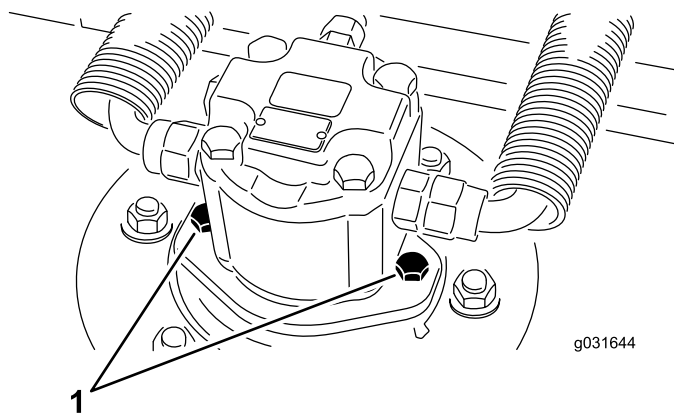

Figura 68
2. Retire os parafusos de montagem do motor hidráulico e desligue e retire o motor hidráulico da plataforma (Figura 68).
4. Utilizando os parafusos de montagem do motor hidráulico, instale o motor hidráulico na plataforma (Figura 68).